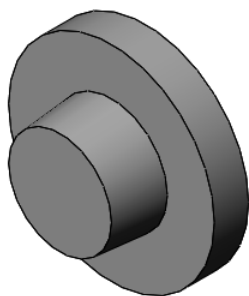

图 6-22 零件实体模型
- [1] 打开初始文件“Z6L4.prt”。零件实体模型如图 6-22 所示。